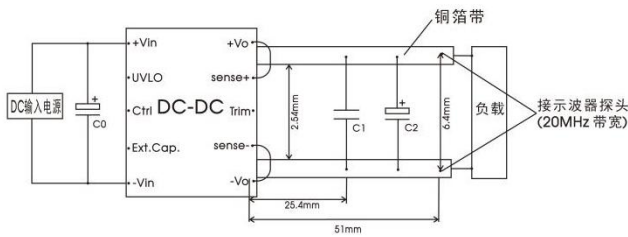

图 3
③纹波和噪声的测试方法见图 3, 噪声以靠测法为准;
④引脚耐焊接温度非烙铁实际设定温度, 为良好焊接焊点所需的温度。客户实际设定温度需根据 PCB 厚度、覆铜大小差异, 烙铁功率、烙铁头选择不同综合设定;
⑤产品在海拔 2000m 以上使用, 需确保产品表面温度低于 105°C。
所有该系列的 DC/DC 转换器的常规性能在出厂前, 都是按照下图 3 推荐的测试电路进行测试, 纹波噪声测试用图 3 接线测试。